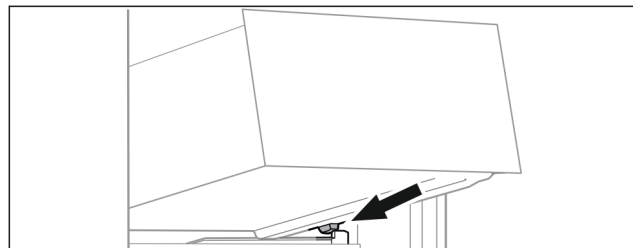

Fig. 64
- ▶ Nasadte zásuvku šikmo za zářezky na žebrování na nádoby. (viz Fig. 64)